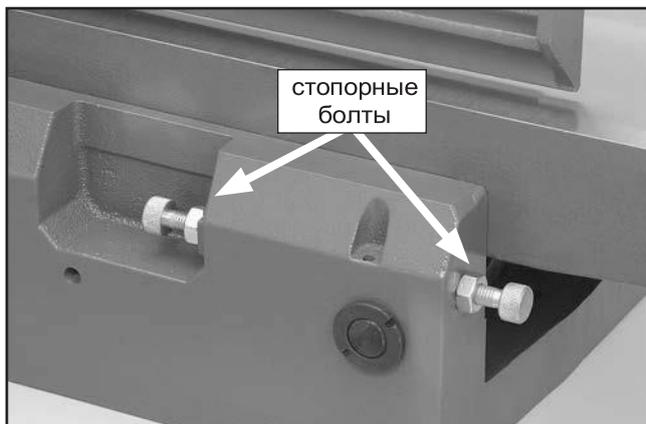

Рис. 57. Стопорные болты разгрузочного стола.
4. Ослабьте фиксатор разгрузочного стола, расположенный в передней части машины, и ослабьте стопорные гайки и болты с принудительной фиксацией, расположенные в задней части машины сразу за разгрузочным столом (см. рис. 57).
8. Затяните фиксатор отводящего стола, расположенный в передней части станка, и затяните болты с принудительным упором и контргайки, расположенные в задней части станка (см. рис. 57), чтобы принимающий стол не перемещался во время работы.